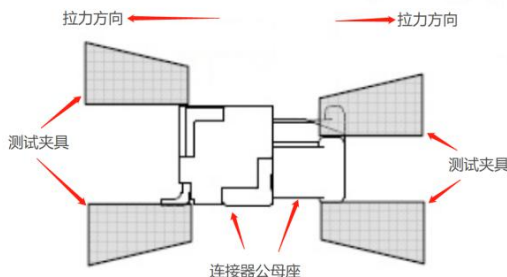

图 5-2 连接器公母头连接卡扣拉力测试示意图
2、连接器公母头连接卡扣允许拉力值如表 5-3, JST 连接器公母头连接卡扣拉力测试示意图如图 5-2。注意从接口处拔出接线端子时请勿直接拔出,需先扣动端子前端卡扣使卡扣松脱后再轻轻拔出即可,直接拔出端子易使卡扣断裂导致连接不稳定。